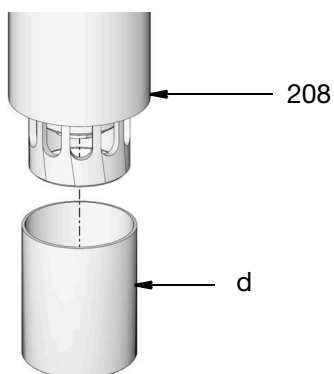

Рис. 6
- Снимите защитный колпачок (d) с нижней трубки насоса (208) (Рис. 6). Утилизируйте колпачок. Он больше не требуется.